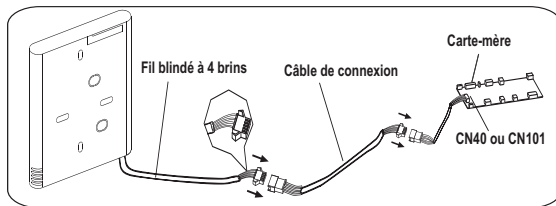

Figure 3 — Câblage type jusqu'à la carte-mère
1. Raccordez le joint femelle du groupe de fils à partir de la carte-mère avec le joint masculin du groupe de fils de connexion (voir fig. 3).
2. Raccordez l'autre côté du groupe de fils de connexion avec le joint masculin du groupe de fils de la télécommande filaire (voir fig. 3).